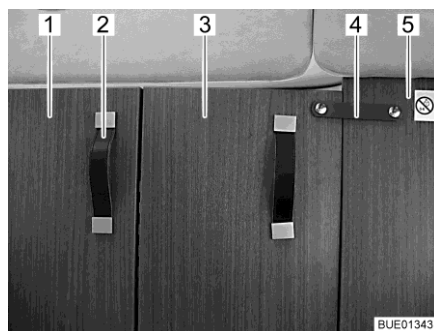

Fig. 54 Separazione cabina di guida, chiusa
- Tirare completamente verso l'interno la separazione cabina di guida (Fig. 54,1) dall'impugnatura (Fig. 54,2).
- Fissare la parte ribaltabile della separazione cabina di guida (Fig. 54,3) con la reggetta di sicurezza (Fig. 54,4) sulla parete intermedia fissa (Fig. 54,5) dietro il sedile del passeggero.